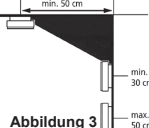

Abbildung 3
- Wenn die Deckenmontage nicht möglich ist, montieren Sie den Rauchmelder an der Wand zu. Mindestens 30 und maximal 50 cm von der Decke. (Siehe Abbildung 3)